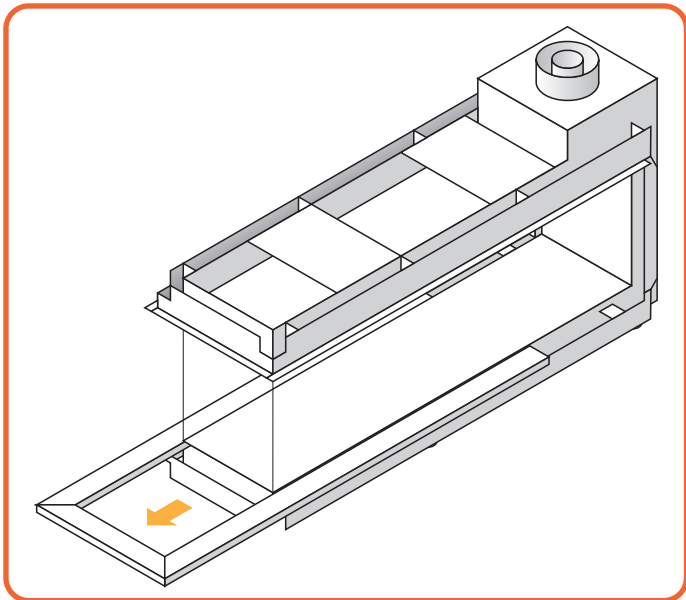

Figure 10.3 - Remove bottom trim
- Anschließend nehmen Sie die untere Verkleidung ab (**Abbildung 10.3**).